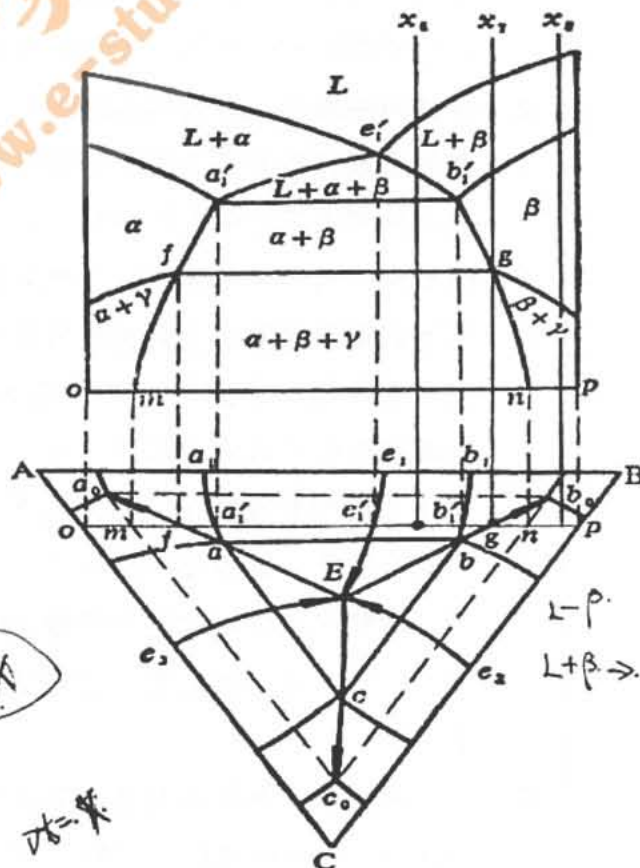

图 2 三元合金相图
5. 分析如图 2 中 x_6 、 x_7 和 x_8 合金的平衡结晶过程。 (15 分)